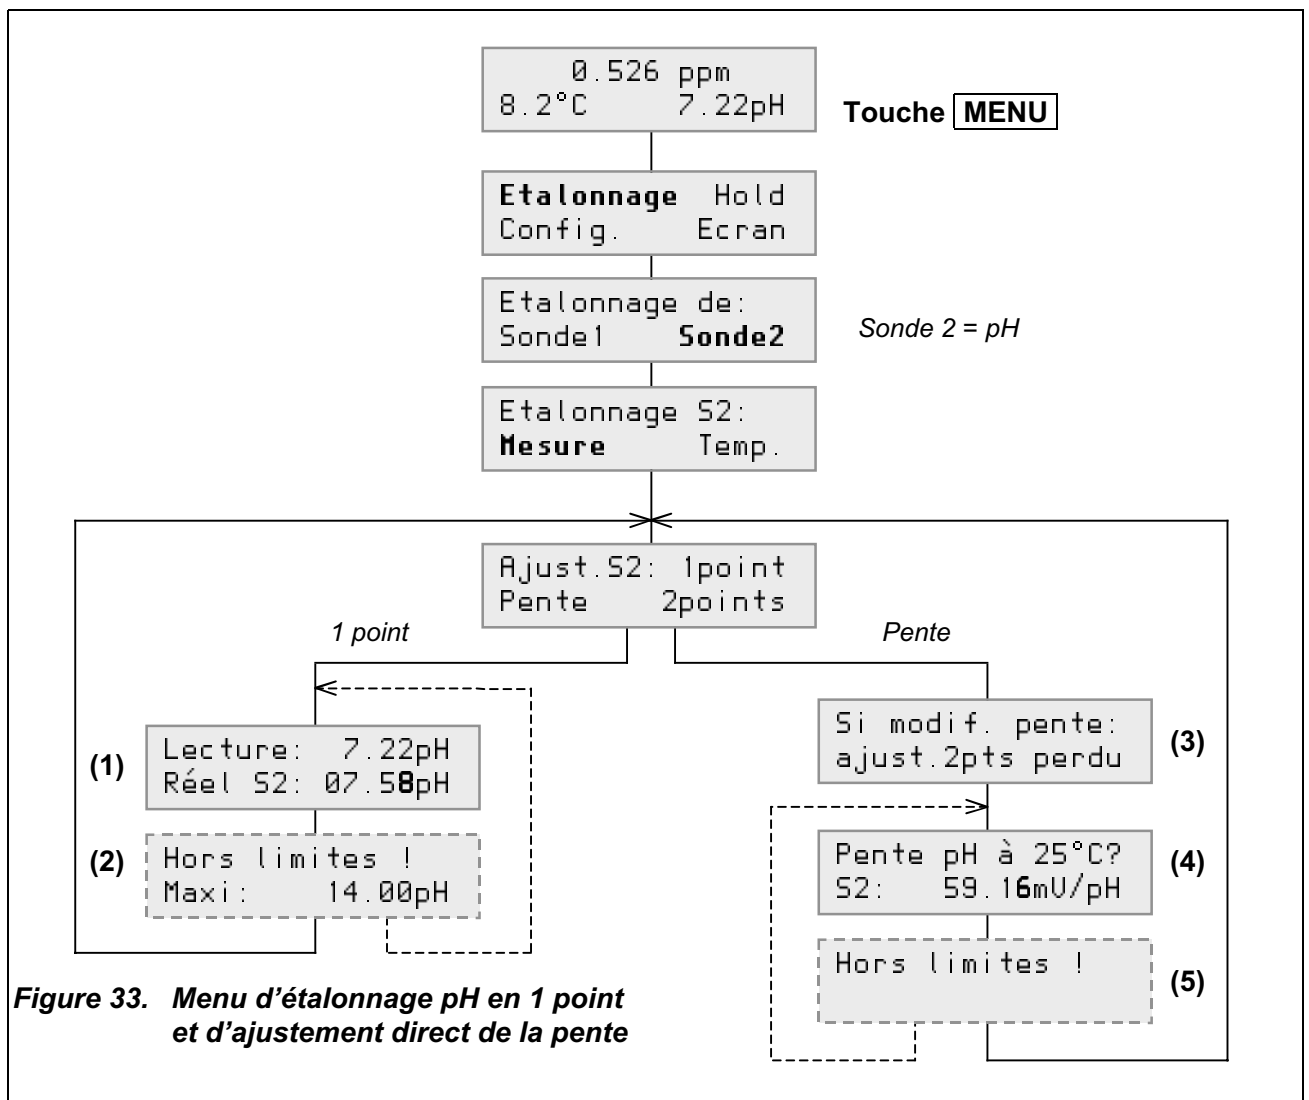

Figure 33. Menu d'étalonnage pH en 1 point et d'ajustement direct de la pente
1. Laissez la sonde de pH en place sur la chambre de mesure, et ouvrez le menu d'étalonnage « 1 point » comme indiqué en figure 33 ci-dessous ;
3. Ouvrez le menu « Pente » comme indiqué en figure 33 ci-dessous ;